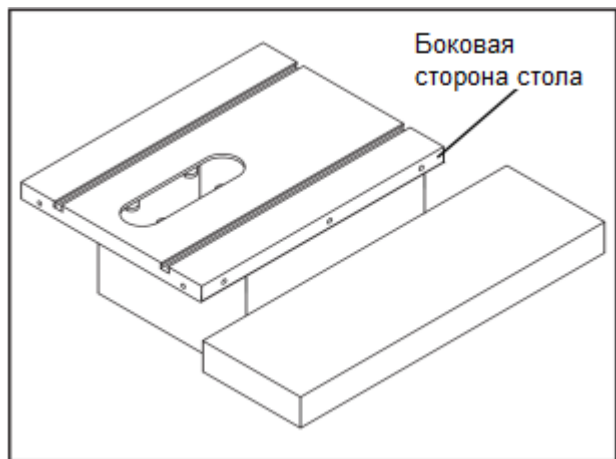

Рис. 5. Установка подкладок на боковой стороне стола
10. Если подвижный стол перемещается не точно параллельно пильному диску, заготовку может заклинить и отбросить в сторону оператора, что может повлечь серьезные травмы. Вы ДОЛЖНЫ убедиться, что подвижный стол перемещается параллельно пильному диску перед началом работ, чтобы исключить травмы из-за отскока заготовки. Вы можете отрегулировать параллельность при помощи тонких подкладок на боковой стороне стола, как показано на рис. 5